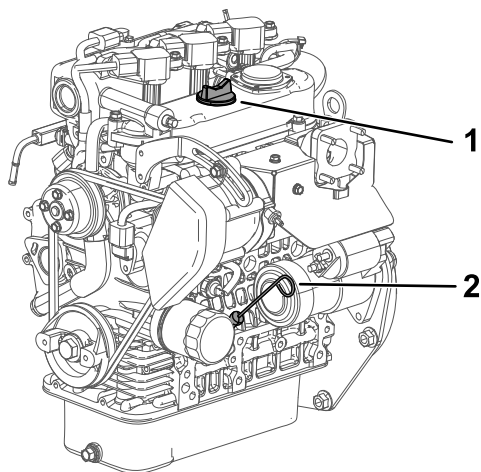

Figure 35
4. Retirez la jauge et essuyez-la sur un chiffon propre (Figure 35).
5. Remettez la jauge dans le tube en l'enfonçant complètement (Figure 35).
6. Ressortez la jauge et vérifiez le niveau d'huile (Figure 35).
7. Si le niveau est trop bas, retirez le bouchon de remplissage (Figure 35) et ajoutez la quantité d'huile nécessaire pour amener le niveau au repère maximum sur la jauge.
8. Revissez la jauge solidement en place (Figure 35).